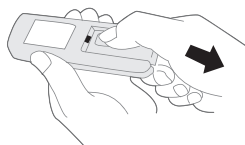

Fig.2
- Faites glisser le couvercle vers l'arrière comme indiqué sur la Fig.2.